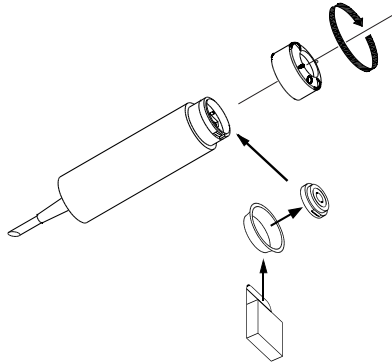

Fig. 5: Montaje del elemento sensor en el DO 1
- Montar el elemento sensor en el transmisor tal como muestra la fig. 5 (enclavar el elemento sensor con las dos clavijas inferiores en los agujeros correspondientes del transmisor).